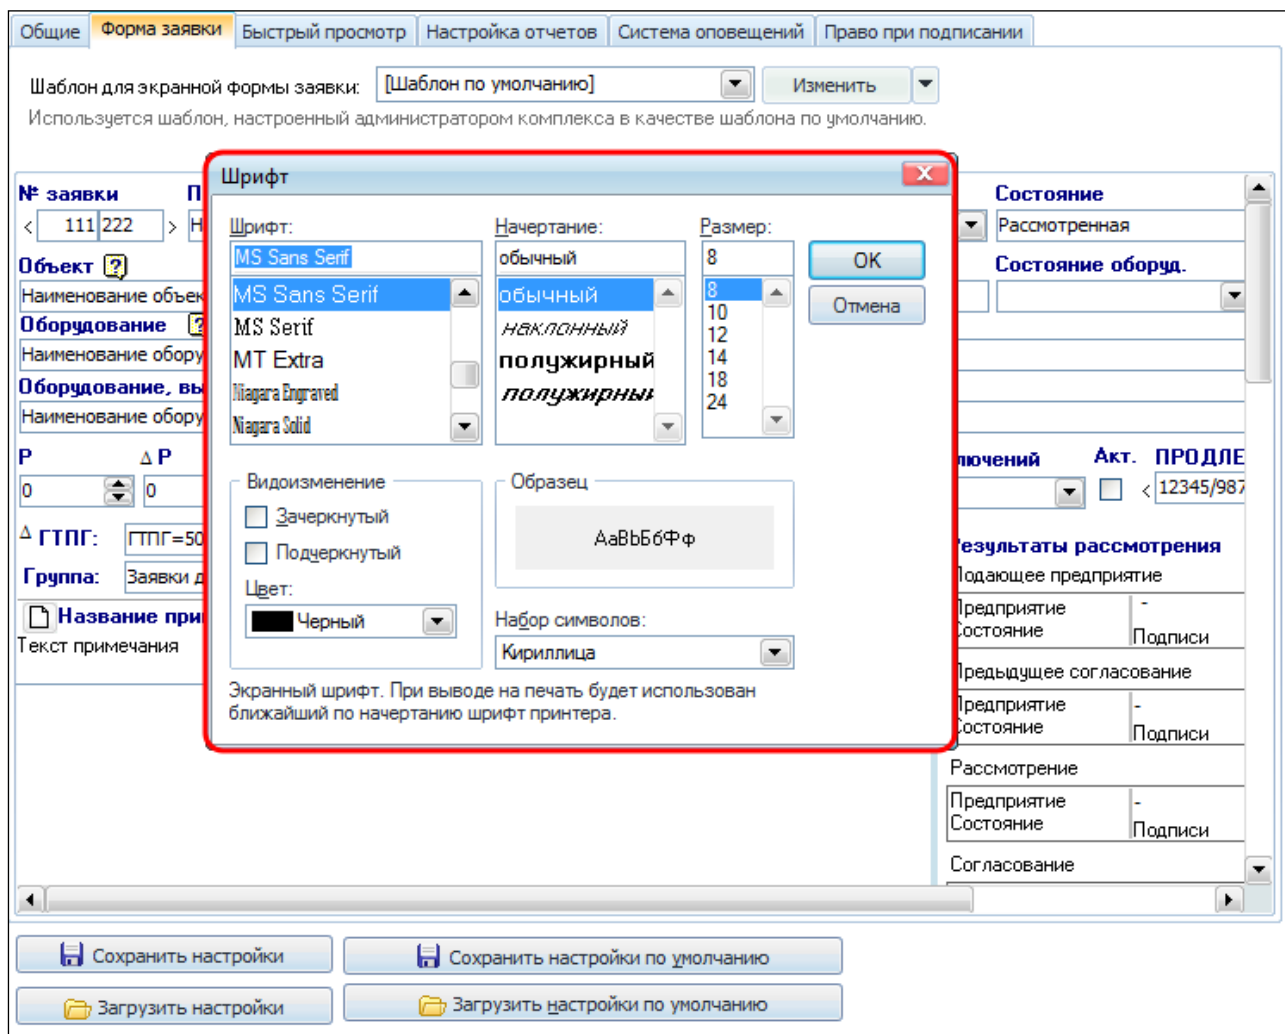

Рисунок 16.19 – Настройка ФОЗ
Настройка формы заявки осуществляется на вкладке «Форма заявки» (Рисунок 16.19).
- **«Настройка шрифта»**. В выбранном шаблоне также можно изменять размер и начертания шрифтов для каждого поля ФОЗ (Рисунок 16.19). Для этого необходимо щелкнуть левой кнопкой мыши в поле и с помощью стандартной формы «Шрифт» произвести настройки.